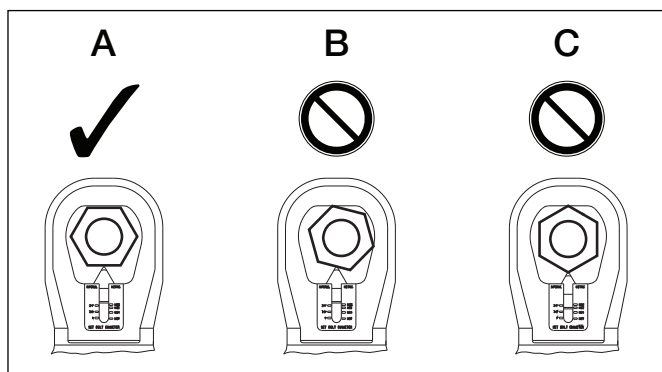

Figura 8, Posizionamento della testa di taglio
6. Posizionare la testa di taglio sopra al dado, assicurandosi che la superficie piana della lama appoggi contro uno dei piani del dado. Posizionare centralmente il dado entro la testa in modo tale che la lama tagli in centro del piano del dado. Vedere la Figura 8, vista "A".